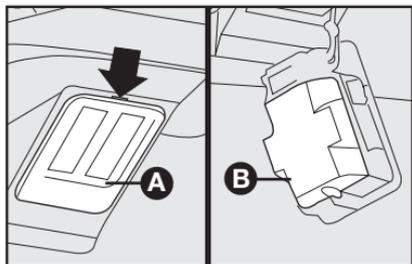

fig. 70
- saque la lente transparente **fig. 70**, haciendo palanca con un destornillador en el punto indicado por la flecha;